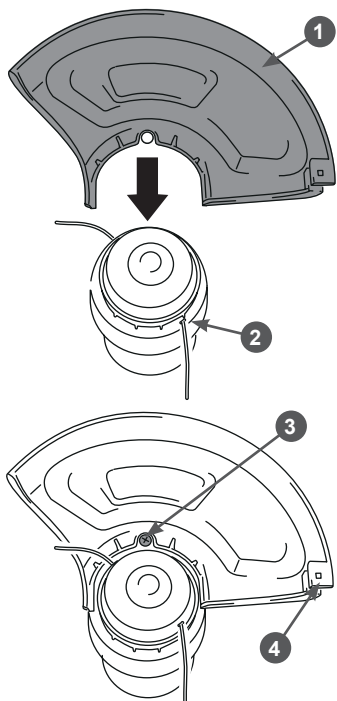

Рис. 2 Установка защитного кожуха (вид снизу)
3. Установите защитный кожух. Для этого переверните триммер триммерной головкой вверх, вставьте кожух 1 в паз на корпусе 2 электродвигателя со стороны задней рукоятки, совместите отверстия на кожухе и на корпусе и закрутите в полученное отверстие винт 3 из комплекта поставки триммера (Рис. 2).
Никогда не работайте триммером без установленного защитного кожуха. Снимите защитный чехол с ножа 4 для обрезки корда, установленного на кожухе (Рис. 2).